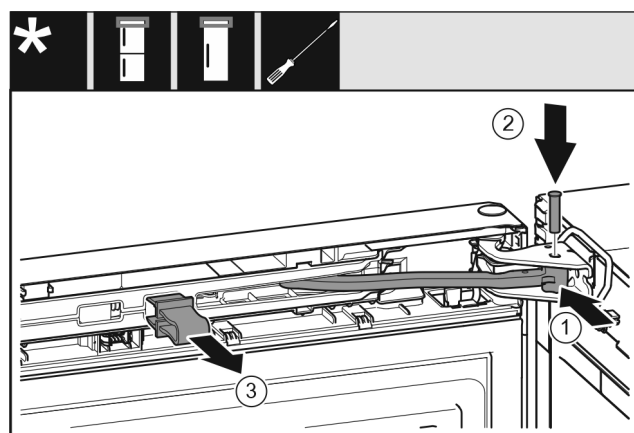

Fig. 45
- ▶ Rotiți articulația Fig. 45 (1) în suportul de lagăr.
- ▶ Introduceți bolțul Fig. 45 (2) în suportul de lagăr și articulație. Urmăriți ca respectiva camă de fixare să fie așezată corect în canelură.
► Detașați siguranța Fig. 45 (3).